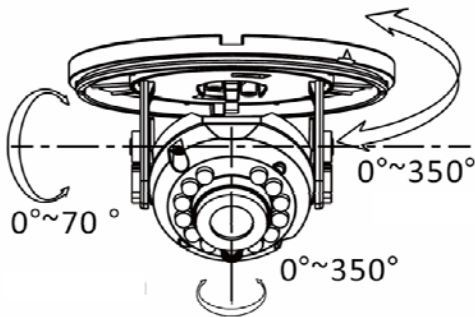

Рис. 2.3. Настройка поля зрения видеокамеры
- Подключите видеокамеру и настройте ее поле зрения, как показано на Рис. 2.3. Затяните регулировочные винты.